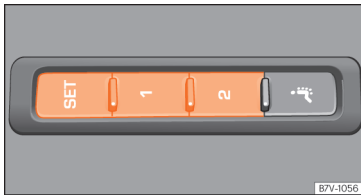

Abb. 136 Speichertasten außen am Fahrersitz.
»» **Abb. 136**.
- Taste **SET** gedrückt halten »» **Abb. 136**.